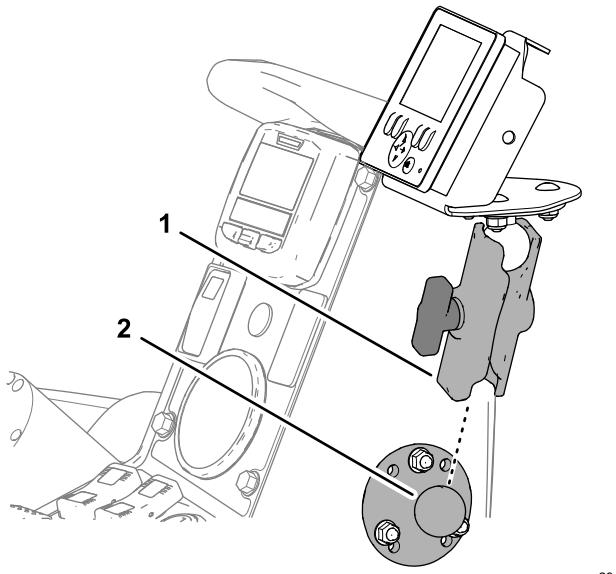

Figure 18
- Montez le bras à douille de l'écran/contrôleur sur le support à rotule et serrez la vis à oreilles sur le bras (Figure 18).